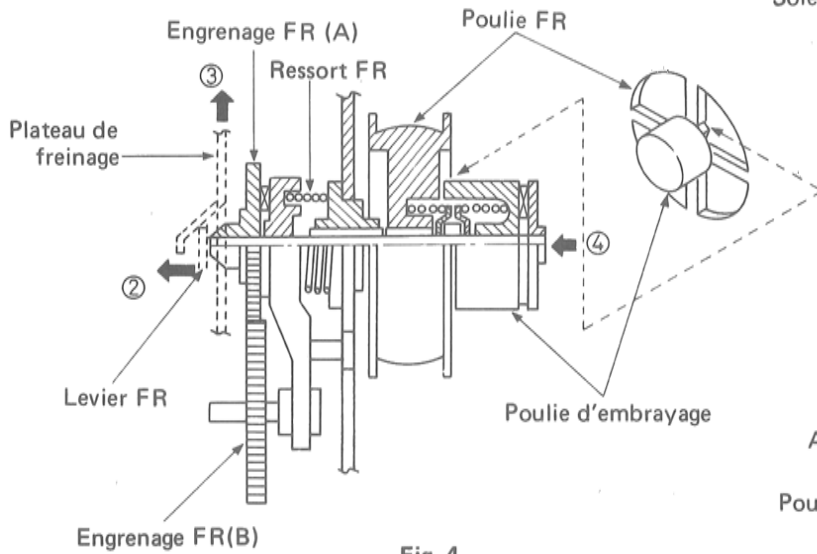
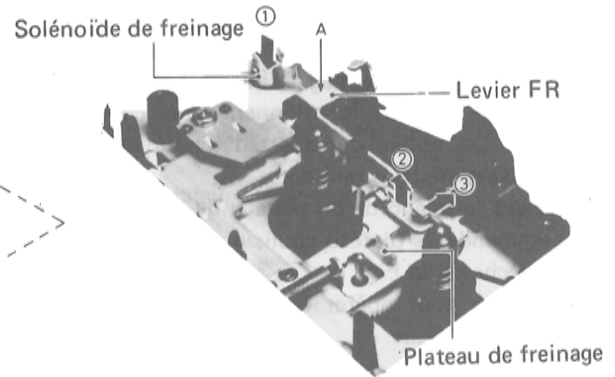

Fig. 4
Fig. 5
Quand le solénoïde de freinage fonctionne, le levier FR se déplace dans le sens de la flèche (2) pivotant au point (A) indiqué sur la Fig. 5., la partie inclinée du plateau de freinage qui est montrée sur la Fig. 4 est pressée par le levier FR et le plateau de freinage remonte. C'est de cette façon que le caoutchouc de freinage est séparé de la bobine et que le frein est libéré.
Quand le levier FR se déplace dans le sens indiqué par la flèche (2), les engrenages FR (A), (B) de la Fig. 4, sont relevés par le ressort FR pour que les engrenages de bobine s'engrènent sur l'engrenage FR (B).
Le mécanisme de patinement est installé sous l'engrenage FR (A) comme le montre la Fig. 4 pour interrompre l'enroulement de la bande quand elle est complètement dévidée.